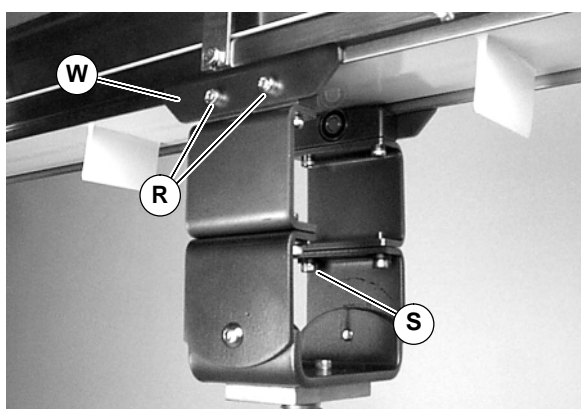

Figure 26
- Den Bausatz (W siehe Abbildung 26) auf dem Förderband installieren. Die Trägerschrauben (R) mit 9 Nm festziehen.